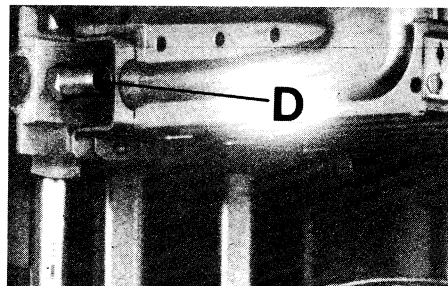

Fig. 6
1.1 Svitare la vite D (fig. 6) e collegare il manometro a U. Aprire il rubinetto del gas.
1.4 Chiudere il rubinetto del gas, serrare il manometro a U e la vite di tenuta D (fig. 6).